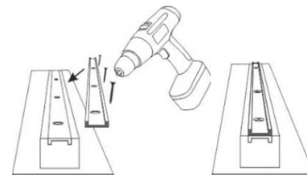

Рис.9
- 3.8.2 Возьмите еще одну монтажную планку, кладите ровной стороной к уже вставленной планке (шипами вверх) выровняйте и прикрутите саморезами 3,5x15 (10-12 шт.), с отступом от края рейки не менее 10 см (рис. 9).